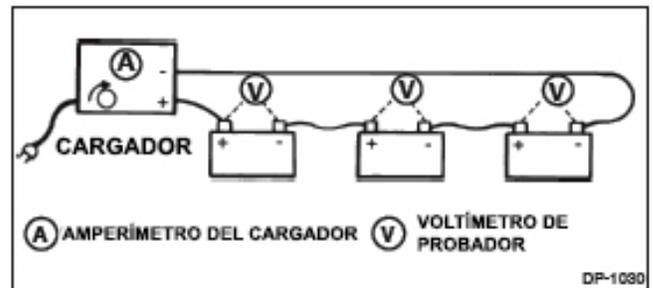

Figura 1.
Con los Cargadores en Serie, las baterías se conectan para que cada una de las baterías reciba la misma cantidad de corriente de carga, (Figura 1 para la conexión típica).
2. Conecte las baterías al cargador como se muestra en la figura 1. Nunca exceda la capacidad de voltaje del cargador conectando demasiadas baterías. Asegúrese que las conexiones estén limpias y bien apretadas. Ajuste el nivel de carga a 5-10 amperios y mantenga este nivel de carga durante todo el procedimiento.
B. Baterías Libres de Mantenimiento: Verifique que la mirilla este verde. Agite ó incline en intervalos de una hora para asegurarse que el punto verde sigue siendo visible. Además pruebe el voltaje de cada batería con un voltímetro, como se muestra en la Figura 1. Durante la carga si el voltaje de la batería es de 16.0 voltios ó mayor, ó si aparece el punto verde, retire la batería del cargador. Retire del cargador cualquier batería que comience a calentarse (125°F-52°C) ó a humear y proceda a probarla. Reajuste el control para mantener la misma carga cuando retire cualquier batería.